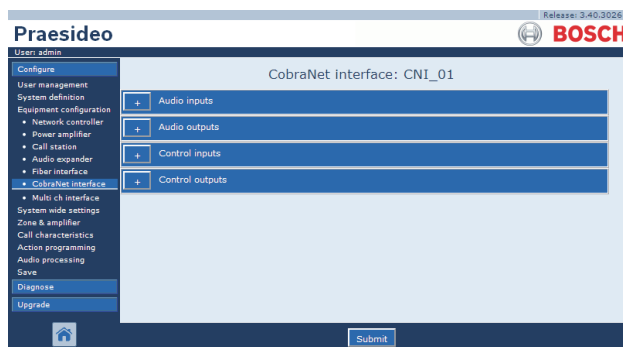

figura 44.39: Configurazione interfaccia CobraNet, passaggio 2
- 2 Fare clic sul nome dell'interfaccia CobraNet che deve essere configurata. Nella cornice principale dell'interfaccia web, appare una schermata simile a quella in figura 44.39.